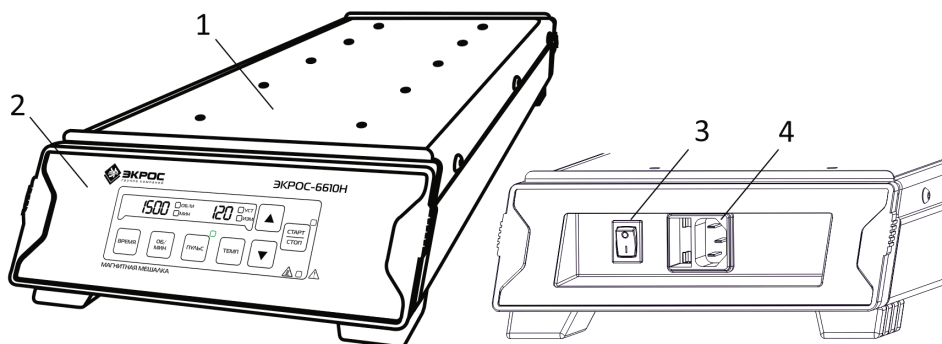
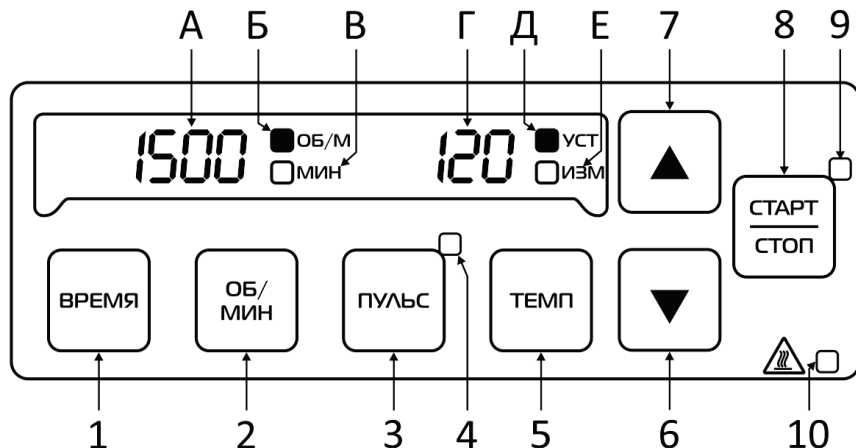

Рисунок 1
Рисунок 2
- 6.3. Мешалка выполнена в виде моноблока (Рисунок 1), в верхней части которого закреплена нагревательная платформа (1) с расположенной под ней системой вращающихся дисков с магнитами для создания 10-ти источников вращающегося магнитного поля. Панель управления (2) (Рисунок 2) расположена в передней части корпуса. На задней панели корпуса размещены сетевой выключатель (3) и разъём для подключения сетевого кабеля с держателем предохранителя (4). На дне корпуса расположены четыре резиновых ножки. Нагревательная платформа изготовлена из нержавеющей стали, накрытой сверху пластиной из силиконовой резины, на которой отверстиями обозначены центры вращения магнитного поля для удобства позиционирования сосудов. Передняя и задняя панели корпуса изготовлены из химически устойчивого пластика, а сам корпус - из холоднокатаной стали, покрытой порошковой краской, устойчивой к воздействию агрессивных сред, влаги и образованию царапин.
- 6.4. На панели управления расположены следующие органы управления и индикации (Рисунок 2):
6.4.2. Кнопки (Рисунок 2). Функции кнопок управления и индикаторов приведены в Таблице 1.
- 7.2.5. Подключить мешалку к сети переменного тока. Для этого подключить сетевой кабель и вставить штепсельную вилку в розетку сетевого питания. Сетевой кабель подключается к разъёму в задней части мешалки (поз. 4, Рисунок 1), там же находится держатель предохранителя. В мешалке используется предохранитель 5x20, 5A/250В.
- 7.2.6. Включить питание с помощью сетевого выключателя (поз. 3, Рисунок 1).
- 9.1. Подключить сетевой кабель к разъёму в задней части мешалки (поз. 4, Рисунок 1) и вставить штепсельную вилку в розетку сетевого питания.
9.5. Включить выключатель питания (поз. 3, Рисунок 1).